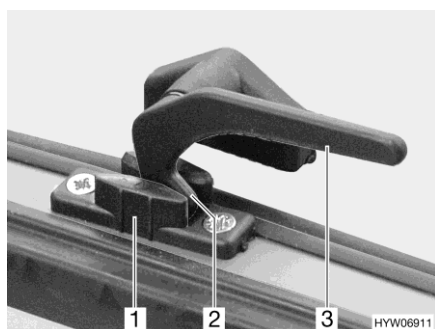

Fig. 26 Levier de verrouillage (position "Aération permanente")
- En position "Aération permanente" (Fig. 26)
- Tourner tous les leviers de verrouillage (Fig. 26,3) d'un quart de tour vers le centre de la fenêtre.
- Remettre tous les leviers de verrouillage en position initiale. Le tenon de verrouillage (Fig. 26,2) doit pénétrer alors dans le logement prévu à cet effet dans le verrouillage de fenêtre (Fig. 26,1).